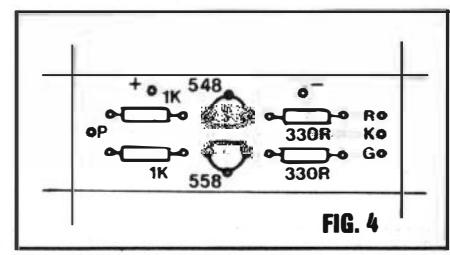

FIG. 4
- FIG. 4 - “CHAPEADO” DA MONTAGEM - Tanto na presente figura, quanto na anterior(3) o Impresso é visto em **tamanhonatural**, o que facilita muito ao Leitor/“Aluno”, não só a própria “cópia”, quanto as verificações e comparações para ver se tudo saiu certinho... Agora, pelo lado não cobreado, temos os componentes principais posicionados, devendo o Leitor/“Aluno” prestar atenção aos códigos e orientações dos dois transistores (ambos com seus lados “chatos” para dentro), e aos valores/posições dos 4 resistores... No mais, é só efetuar as soldagens com os costumeiros cuidados, conferindo tudo ao final, antes de cortar as “sobras” das “pernas”, pelo lado cobreado... Observar as ilhas periféricas, destinadas às ligações posteriores da ponta de prova(P), alimentação (“+” e “-”) e LED... Quanto a este, para simplificar a notação, usamos o seguinte “código”: K para o **catodo**, R para o **anodo vermelho (red)** e G para o **anodo verde (green)**.